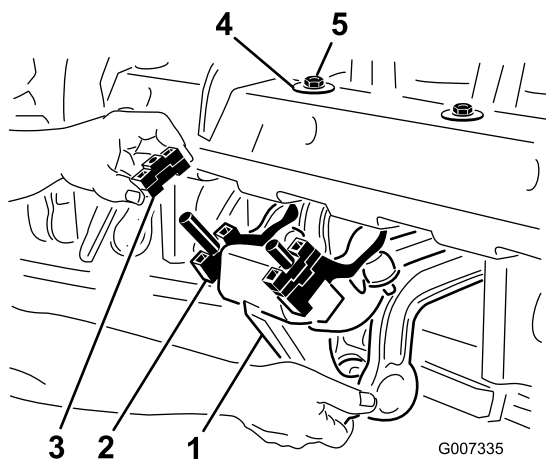

Figura 26
1. Retire las 2 contratueras ($\frac{1}{2}$ ") que sujetan el conjunto de amortiguación Rotalink a la parte inferior del bastidor del cabezal de perforación (Figura 26).
2. Baje el conjunto de amortiguación para tener acceso a los espaciadores (Figura 26).
- Vuelva a montar el conjunto de amortiguación en el bastidor del cabezal de perforación. Asegúrese de instalar la arandela D contra el bastidor del cabezal de perforación, como se muestra en la Figura 26. Apriete las 2 contratuercas.